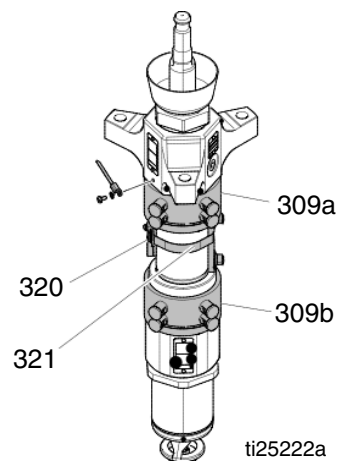

FIG. 29
5. En la ADM, apague el calentamiento del sistema (D).
8. Desmonte la carcasa de chapa de la bomba (A).
13. Sujete apretadamente el motor neumático a la barra de unión pasando un cable a través del anillo de elevación del motor neumático y alrededor de la varilla de unión. Consulte la FIG. 29, página 53.
14. Afloje los pernos en U (X) de las varillas de elevación del plato seguidor.
15. Retire las tuercas (F) de las varillas de apertura de la bomba calefactada/motor neumático en el extremo de la bomba.
16. Retire las tuercas (Z) y los pernos que sujetan la canaleta portacables a la placa de soporte del motor neumático.
18. Retire las tuercas (N) de las varillas de elevación del plato seguidor.
19. Afloje completamente el acoplamiento del eje de la bomba al eje del motor neumático (G).